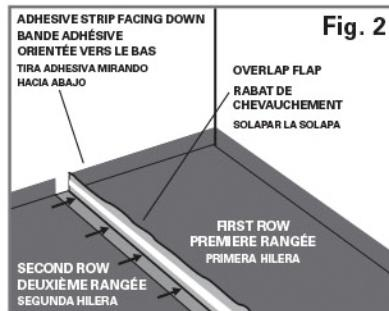
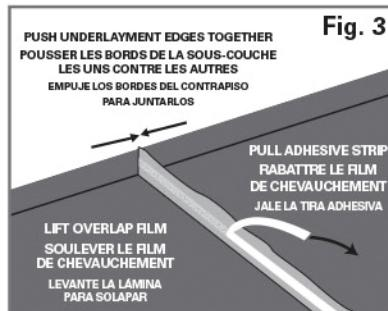

Fig. 2
Fig. 3
- Lay the second row of underlayment alongside the first. The seams of the underlayment should be tight and not overlap (Fig. 2.) Fold back the overlap flap to expose the peel and stick strip. Remove the white protective film from the adhesive strip, and lay the flap across the adjacent piece of underlayment to join the strips. Press firmly to secure the underlayment in place (Fig 3).
- Poser la deuxième rangée de sous-couche le long de la première. Les joints de la sous-couche doivent être bien serrés et ne doivent pas se chevaucher (Fig. 2). Replier le rabat de chevauchement pour exposer la bande pelable et adhésive. Retirer le film de protection blanc de la bande adhésive et poser le rabat sur le morceau de sous-couche adjacent pour joindre les bandes. Appuyer fermement sur la bande pour fixer la sous-couche en place (Fig 3).
- Coloque la segunda hilera de contrapiso a lo largo de la primera. Las junturas deberán estar ajustadas, pero no deberán solaparse (Fig. 2). Doble hacia atrás la solapa para exponer la tira autoadhesiva. Remueva la lámina blanca de protección de la tira autoadhesiva y coloque la solapa a través de hilera contigua de contrapiso para unir las hileras. Presione firmemente para asegurar el contrapiso en su lugar. (Fig. 3).